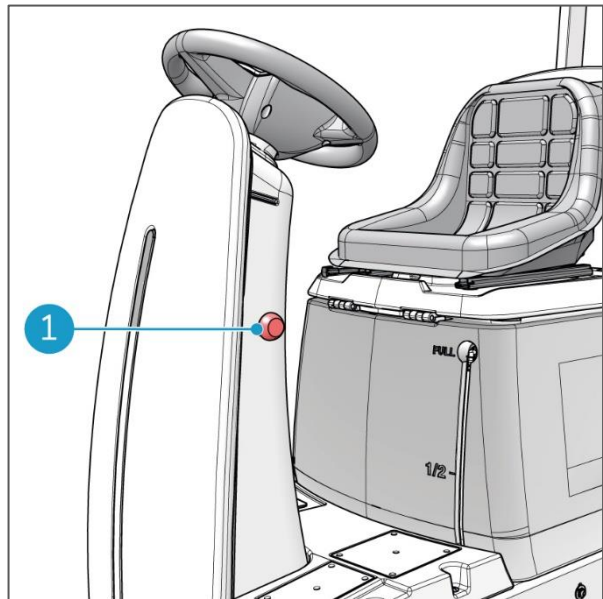

Figura 29
En caso de emergencia, pulsa el botón de parada de emergencia (Figura 29, pos. 1). La máquina se apaga por completo. Consulta la sección 2.3.1.